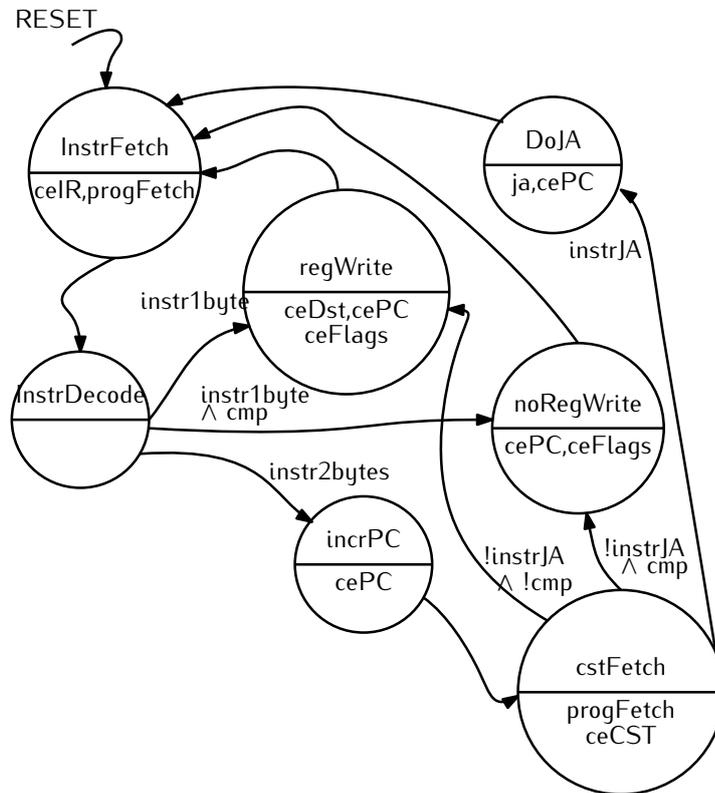

FIGURE 3 – Le cycle de Von Neumann avec **mise à jour des drapeaux** et **instruction de comparaison**
Pour rappel, l'opcode, le mnémonique et le comportement de cette instruction sont rappelés dans la table 5. En particulier, vous constaterez (ou vous rappellerez) que **le seul effet de cette instruction est de mettre à jour les drapeaux Z, C et N**. Du point de vue de l'automate, l'ajout de cette instruction nécessite l'ajout d'un seul état nommé "noRegWrite". Les modifications à apporter à l'automate de contrôle sont visibles sur la version de la figure 3.
- à bien regarder la figure 3 pour comprendre ce qui va déclencher le passage dans l'état `noRegWrite`